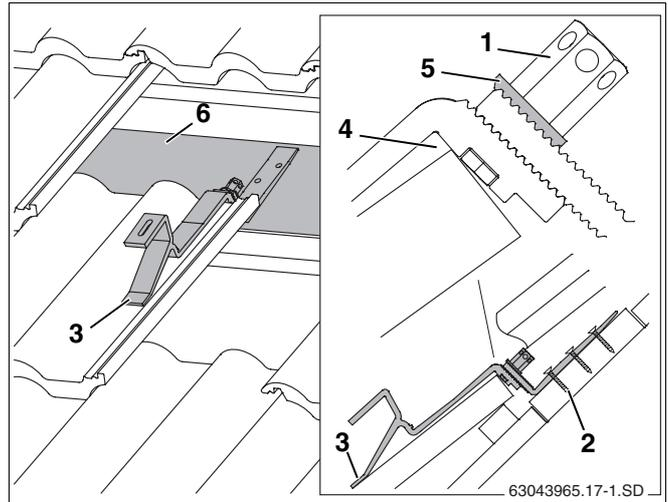

Рис. 15 Установленный кровельный крюк
- Установить переднюю подпорку на черепицу таким образом, чтобы она при нагрузке легла во впадину черепицы (рис. 15, **поз. 3**).
При этом должен быть зазор между кровельным крюком и верхним краем черепицы (рис. 15, **поз. 4**). При необходимости подогнуть черепицу сверху.
- Нижнюю часть кровельного крюка сдвинуть вниз настолько, чтобы он прилегал к стропилам или доске/брусу (рис. 15, **поз. 6**).
Зубчатая подкладная шайба (рис. 15, **поз. 5**) должна войти в зацепление с нижней частью кровельного крюка.
- Затянуть гайки (рис. 15, **поз. 1**). Для этого вставить ключ SW5 в отверстие гайки и повернуть его.
- Нижнюю часть кровельного крюка прикрепить к стропилам минимум в первом (рис. 15, **поз. 2**) и втором отверстия соответствующими шурупами.